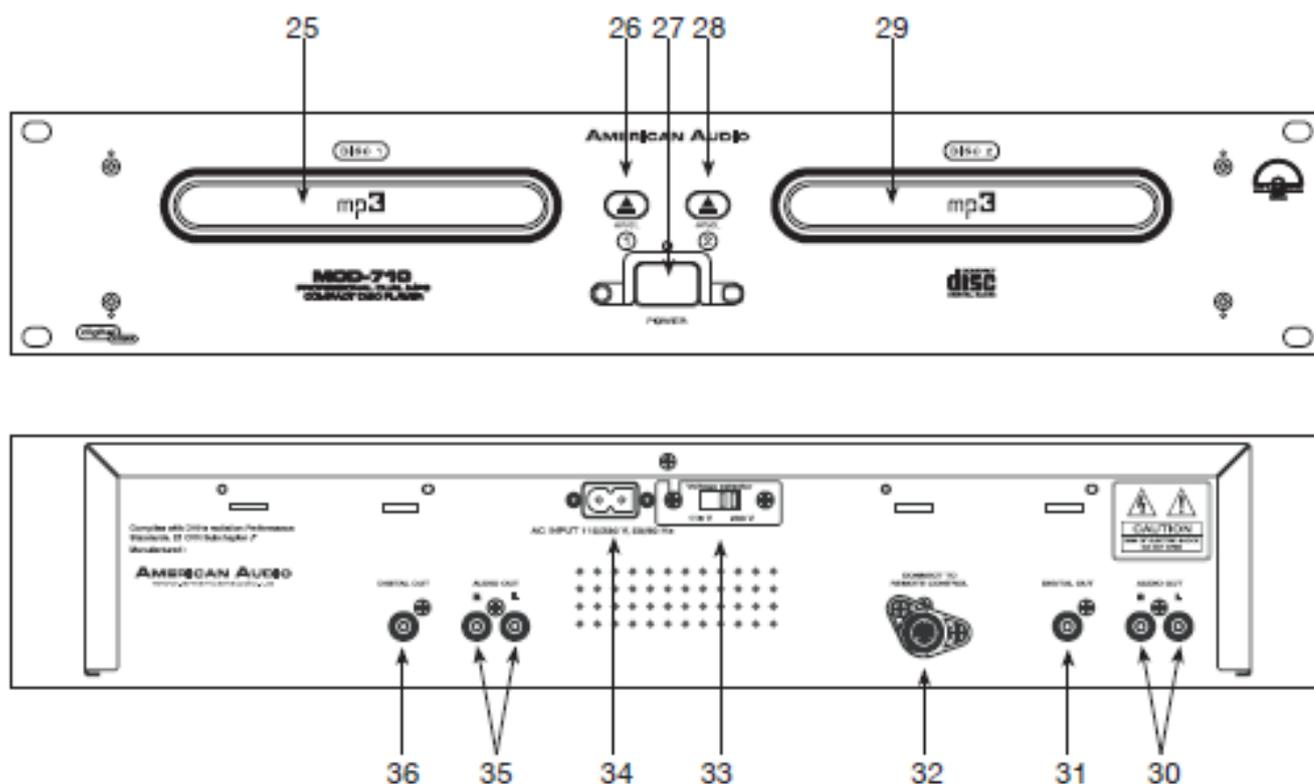

Figure 4
B. UNITÉ D'ACCUEIL (FIGURE 4)
25. TIROIR D'ACCUEIL DU LECTEUR 1 : Ce plateau est utilisé pour charger un disque compact dans le mécanisme du lecteur 1 ou l'en éjecter. Le tiroir est ouvert et fermé par pression du BOUTON OUVRIR/FERMER (26). N'essayez jamais de forcer un tiroir d'accueil à s'ouvrir ou se fermer lorsque l'appareil est éteint.